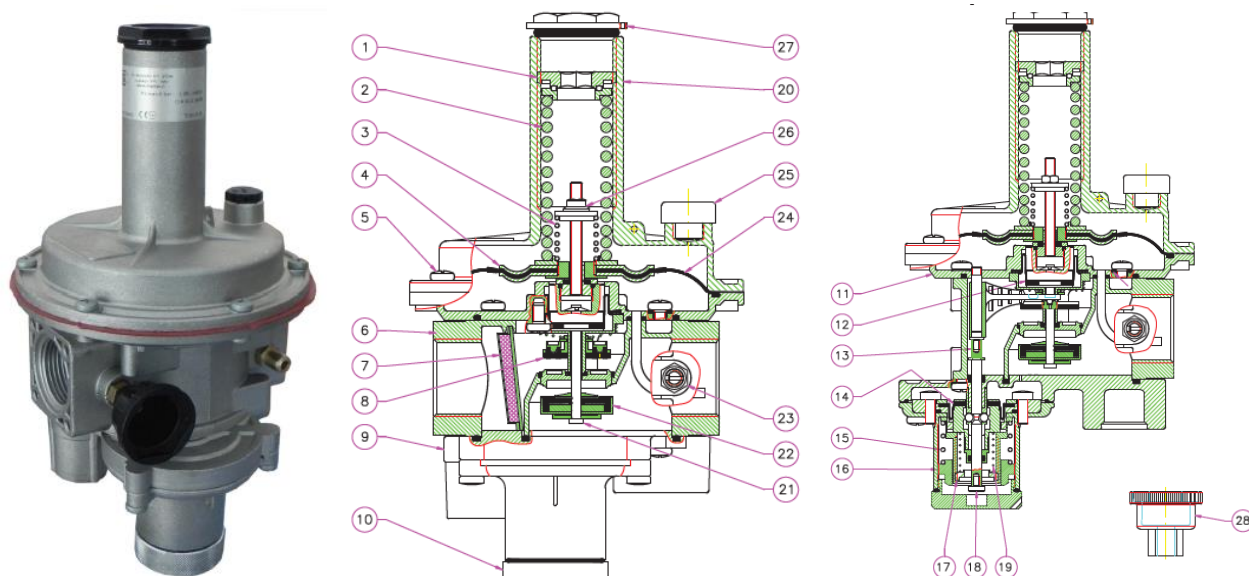

Рис. 2
Регулятор (рис. 2) состоит из: винт настройки выходного давления (1); пружина настройки выходного давления (2); пружина настройки сбросного клапана (3); диск усиления мембраны (4); винты фиксации раструба (5); корпус регулятора (6); фильтрующий элемент (7); затвор запорного клапана (8); нижняя крышка регулятора (9); колпачок запорного клапана (10); корпус отсека мембраны (11); мембрана компенсационная (12); рычаг взвода запорного клапана (13); мембрана запорного клапана (14); пружина настройки запорного клапана по превышению давления (15); винт настройки запорного клапана избыточного давления (16); винт настройки запорного клапана недостаточного давления (17); шток взвода регулятора (18); пружина настройки запорного клапана по понижению давления (19); раструб (20); рабочий шток (21); обтюратор (22); штуцер диагностики выходного давления (23); рабочая мембрана (24); пылезащитный колпачок (25); винт настройки сбросного клапана (26); колпачок регулятора (27); ключ для настройки (28).